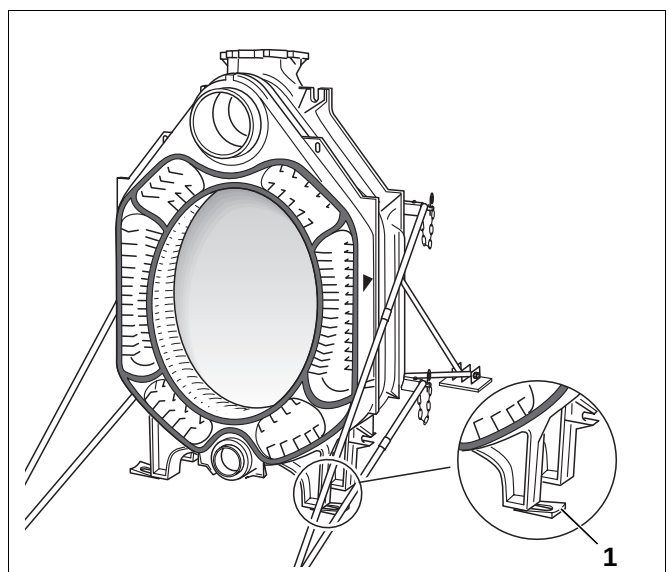

Fig. 18 Bruk av kjelelement-fotkiler
fig. 18 viser bakelementet med montert midtelement. Forberedelsene for montasje av det neste midtelementet er allerede gjort.
Kjelelementet er satt på plass ved hjelp av kjelelementfotkiler, slik at monteringen lettes (fig. 18, **pos. 1**).